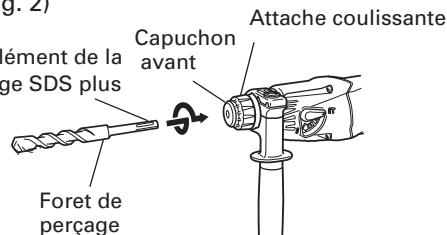

Fig. 2
6. Montage du foret de perçage (Fig. 2)
(Fig. 2)